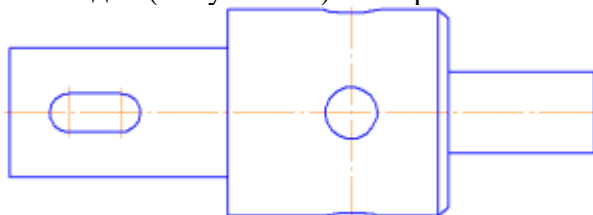

Рисунок 4.2 – Главное изображение
1. Выберите главное изображение таким, чтобы форма шпоночного паза была понятна и видна (Рисунок 4.2). Постройте его.